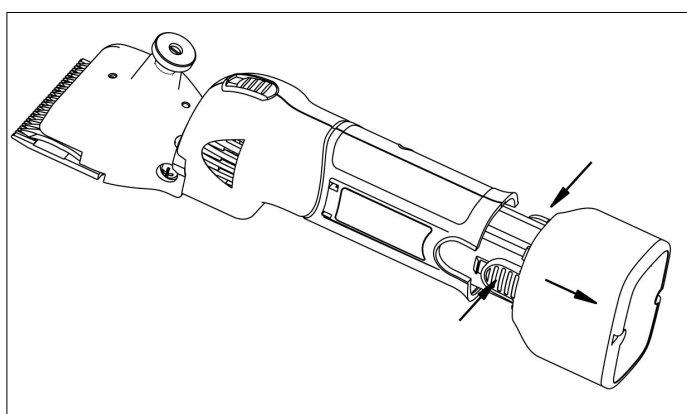

Figure 7
- Ta bort batteriet genom att dra det ur klämman samtidigt som du trycker på båda sidorna av batteriet (bild 7).